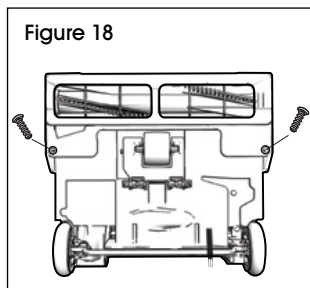

Figure 18
- Dévissez les deux vis qui maintiennent la plaque d'appui, puis retirez-la. (Voir Figure 18)